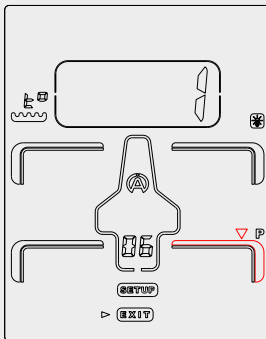
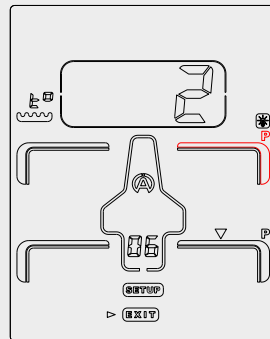

Figure 18
Figure 19
- 4) 中央ボタンを押します  選択を確定 (figure 18).
確認後、選択したアイコン«P»がフリーズし、番号1が«CADRAN»に表示されます。その後、別のアイコンが自動的に点滅して表示されます（赤い矢印、Figure18）。2番目のキャプチャの場所があなたに合わない場合、同じことを、上で説明されているように操作を繰り返します (Figure19)。